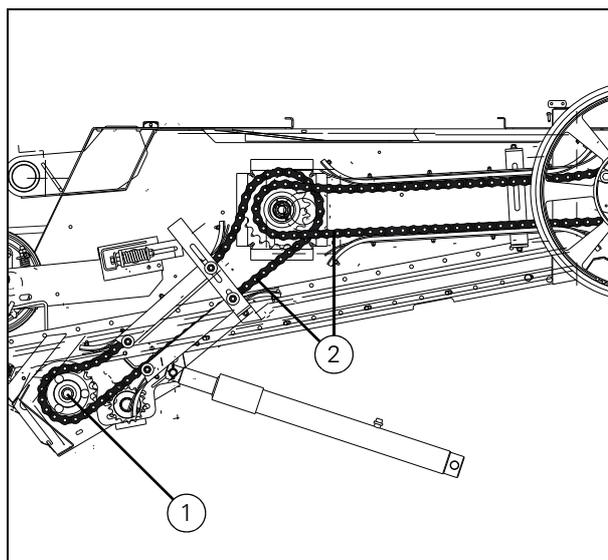
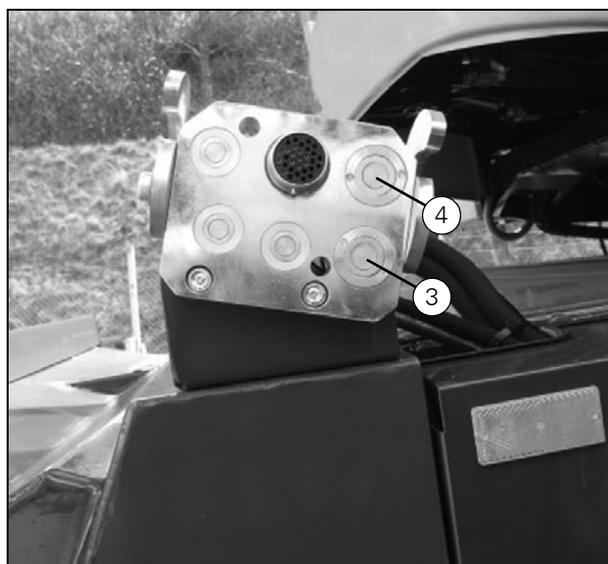

Рисунок 58
Рисунок 59
(Рис. 58) и (Рис. 59)
ВАЖНОЕ ЗАМЕЧАНИЕ: Если присоединен хедер для кукурузы, на экране DATAVISION отобразится информация о том, что к машине присоединен хедер без мотовила. Машина должна быть оснащена многофункциональной муфтой с перепускным соединением между (3) и (4) (мотовило), как показано на (Рис. 59). Отсутствие перепускного соединения приведет к повреждению гидравлической системы.